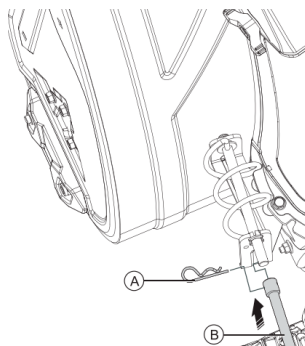

Рис.8
Вал рычага поворота желоба (B) соедините с передней частью, в виде спирали, совмещив отверстия и зафиксировав положение частей механизма шпилькой (A) (Рис. 8). Спираль должна быть установлена в проёмах опорной площадки, чтобы вращать и изменять положение разгрузочного желоба.